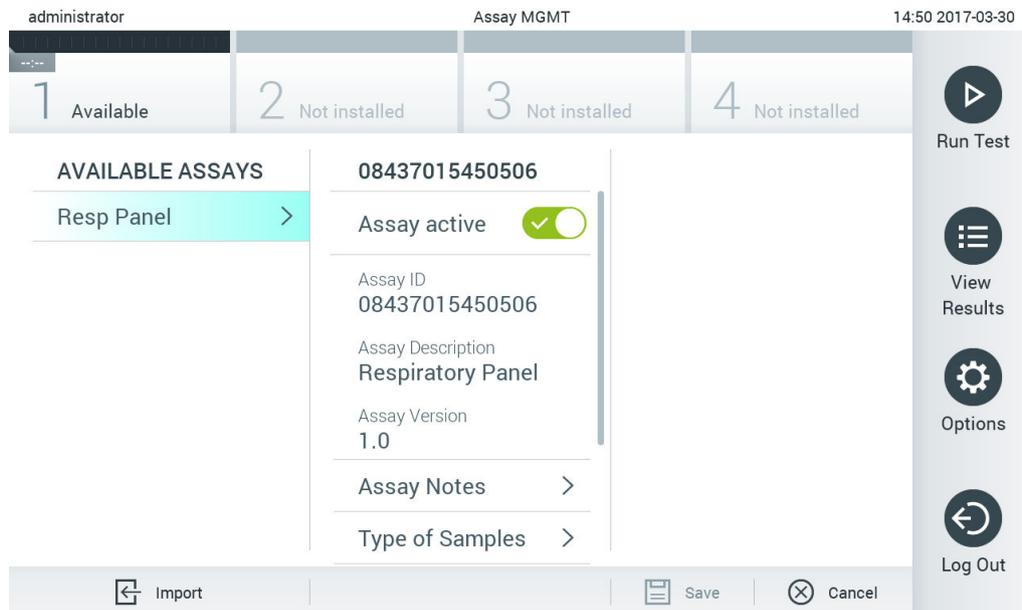

Figura 59. Gestão de ensaios disponíveis.
1. Prima o botão Options (Opções) e, em seguida, o botão Assay Management (Gestão de ensaios) para aceder ao ecrã Assay Management (Gestão de ensaios). Os ensaios disponíveis são listados na primeira coluna da área de conteúdo (Figura 59).